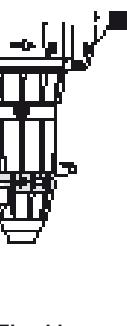

Fig. 11
- Draai de blokkeerring weer vast (**Fig. 11**).